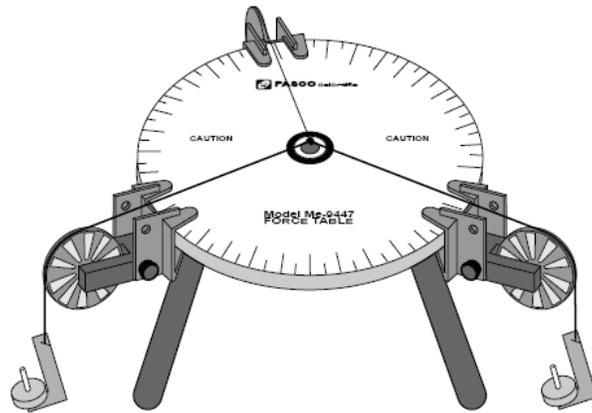

Figura 4.1
- 1.-Arme el sistema como se indica en la figura 4.1